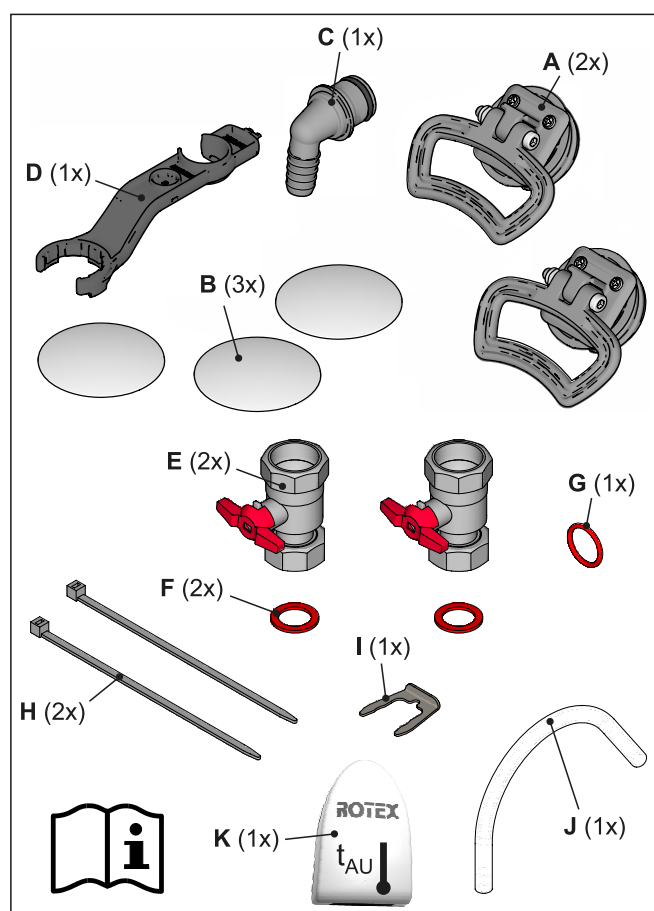

Fig. 4-8 Contenido de la bolsa de accesorios
- Bolsa de accesorios (véase Fig. 4-8),